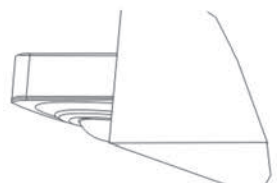
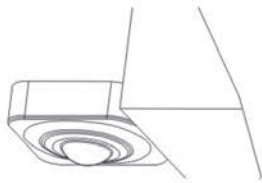

Fig. 2A
Fig. 2B
NOTE: son champ de vision peut être partiellement obstrué par le boîtier des luminaires (voir figure 2A). Aux hauteurs de montage supérieures, les rayons extérieurs ne sont pas utilisés. Tant que la partie inférieure du capteur est monté à l'intérieur de 1 " à partir du fond de la luminaire, le champ de vision, ne sera pas affecté (voir la Fig.2B).
1. Localisez 1/2 du corps d'adaptateur à l'extrémité du luminaire, afin de déterminer le trou de montage approprié pour être utilisé sur l'adaptateur lorsque le capteur est situé pour une couverture optimale. La partie inférieure du capteur doit être au niveau ou au-dessous du corps du luminaire. (Voir Fig. 2B)